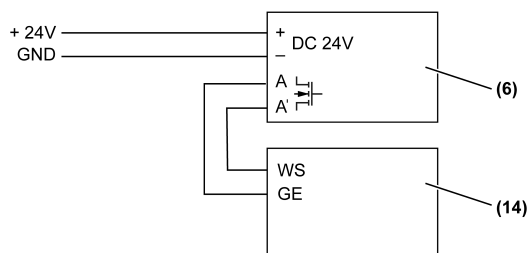

Imagen 12: Conexión a Pulsador KNX universal
- (Imagen 12) (14) Pulsador KNX universal, n° art.: ..109.1ST